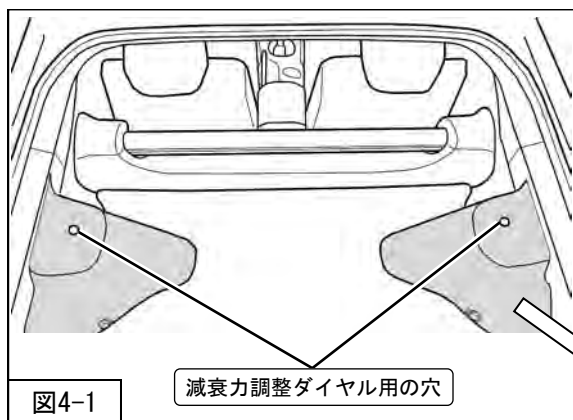

図4-1
1. ラゲッジサイドフィニッシャに減衰力調整ダイヤル用の穴を開けてください。穴はシャフトの延長線上となる位置で、穴の大きさはφ20mmとしてください。(図4-1)
リアの減衰力調整は、図4-1で取付けたグロメット（同梱品）を取外して行ってください。